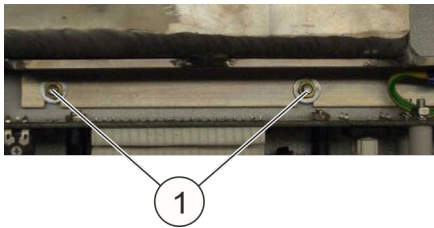

Abb. 93: Tankbefestigung
14. M3-Muttern (Abb. 93/1) der Tankbefestigung mit einem 5,5 mm Steckschlüssel entfernen.